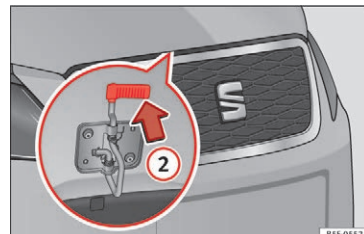

Fig. 10 Arm under motorhjelm
- Løft op i motorhjelmen. Tryk vippeknappen, der er placeret under motorhjelmen, opad » **Fig. 10 ②**. Derved bliver sikkerhedskroen udløst.